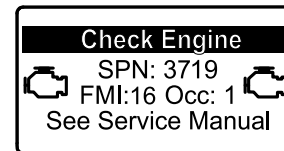

Bild 45
- Wenn eine geparkte Regenerierung erforderlich ist, wird im InfoCenter die Motorwarnung SPN 3719, FMI 16 (Bild 45) angezeigt, und der Computer verringert die Motorleistung auf 85 %.